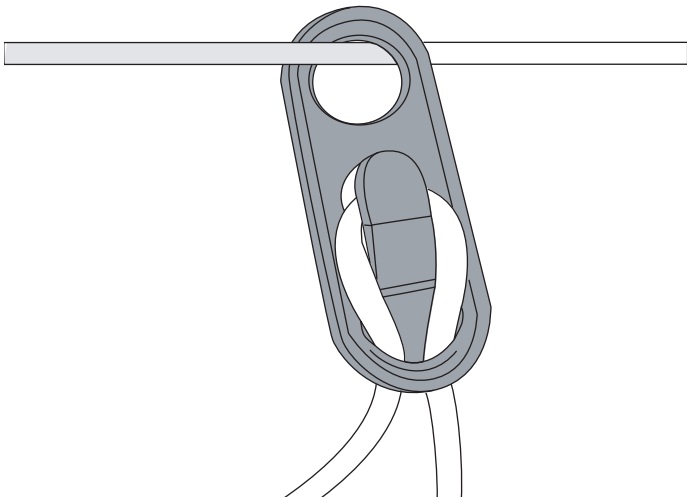

Fig. 4
3. Faites glisser la boucle par-dessus l'étrier et tirez vers le bas jusqu'à ce que le cordon soit bien rentré (Fig. 4).